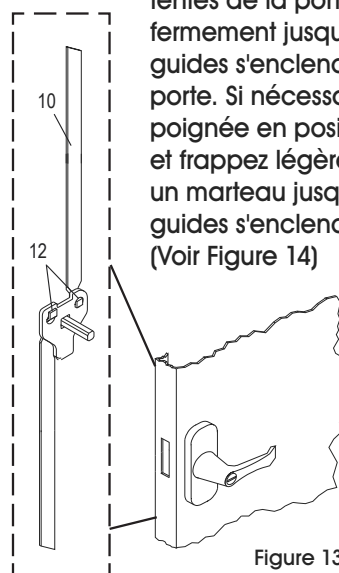

Figure 13
- Avec la poignée toujours en position ouverte, accrochez les barres de verrouillage (10) à la came de verrouillage. Une fois en position, tournez lentement la poignée de porte en position fermée afin que les barres de verrouillage sortent des trous dans le haut et le bas de la porte. (Voir Figure 13)